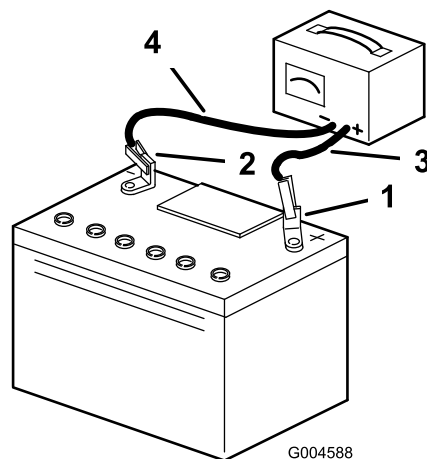

Figura 30
5. Scollegate i cavi del caricatore dai poli della batteria (Figura 30).